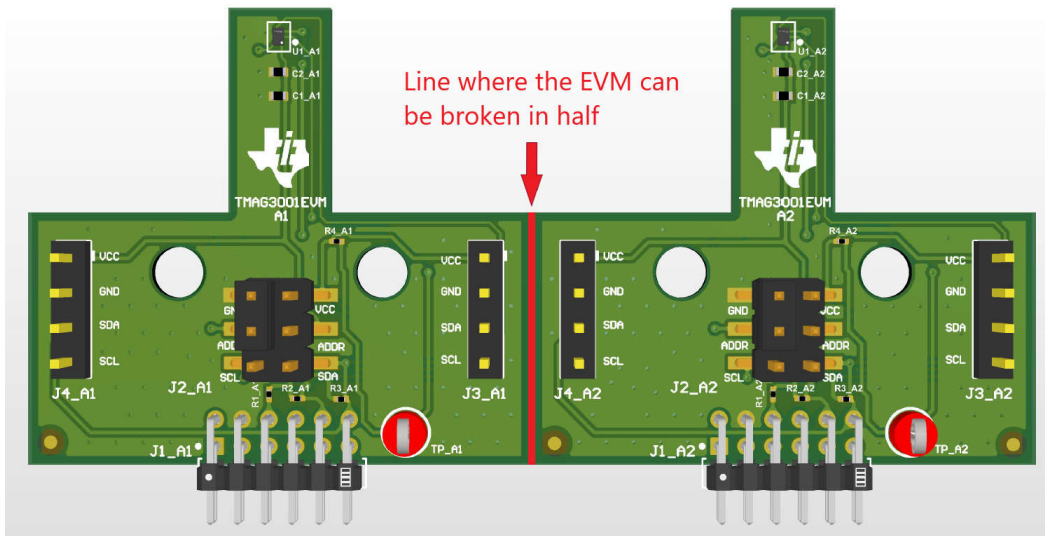

图 3-1. A1 和 A2 仍连接在一起的 TMAG3001EVM
1. 轻折图 3-1 中所示的线，将板一分为二，使外形更紧凑。拆分后原始板的 TMAG3001A1 和 TMAG3001A2 部分成为独立板。